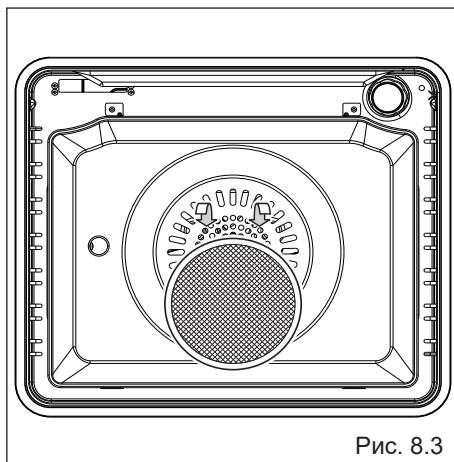

Рис. 8.3
- Специальный заслон, установленный на задней стороне духового шкафа для улавливания частиц жира, образующихся при приготовлении мяса. Вставьте жироулавливающие фильтры на задней стенке печи, как показано на рис. 8.3.